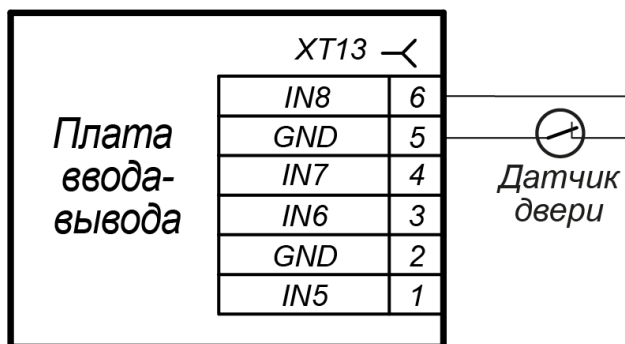

Рисунок 12. Схема подключения датчика двери
Датчик подключается к плате ввода-вывода (5) к любому свободному входу платы в соответствии со схемой на рис. 12. Вход конфигурируется соответствующим образом в ПО АСПП **PERCo.Паркинг**.